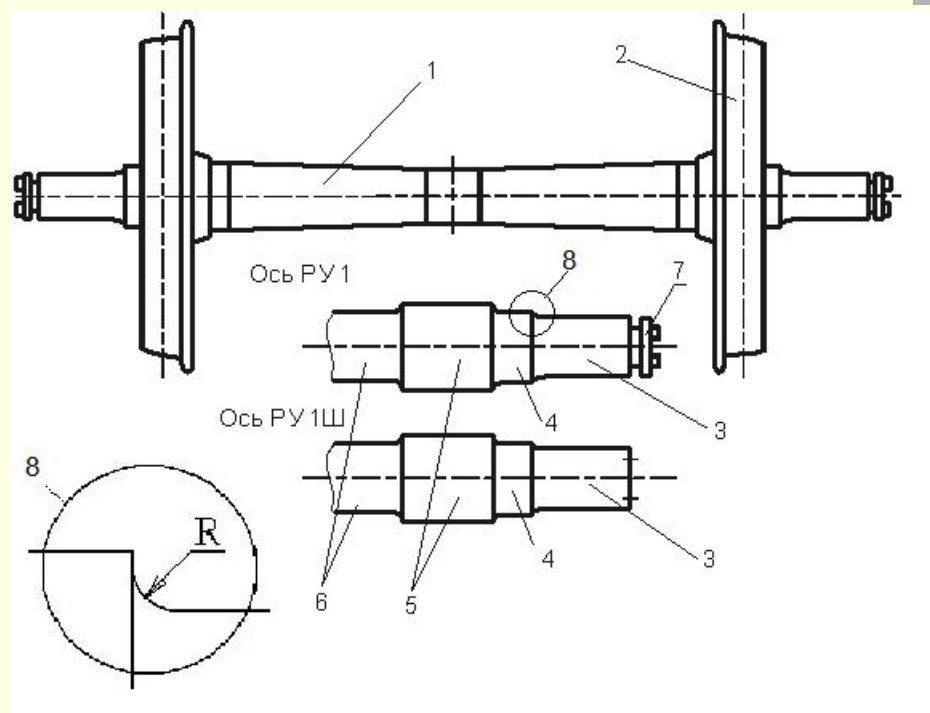

Рисунок 1 - 1 - ось; 2 - колесо; 3 - шейка; 4 - предподступичная часть; 5 - подступичная часть; 6 - средняя часть; 7 - резьбовая часть; 8 – галтель.
- Диаметры шеек 3, (рис. 1), подступичной 5 и средней 6 частей оси определяют исходя из расчётной нагрузки. Предподступичная часть 4 является ступенью перехода от шейки к подступичной части оси и служит для установки уплотняющих устройств корпуса буксы. На подступичных частях 5 прочно закрепляются колёса 2. На шейках 3 размещаются подшипники. Для предотвращения образования трещин (устранения концентратора напряжений) в месте перехода от одного диаметра к другому имеется галтель (скругление).